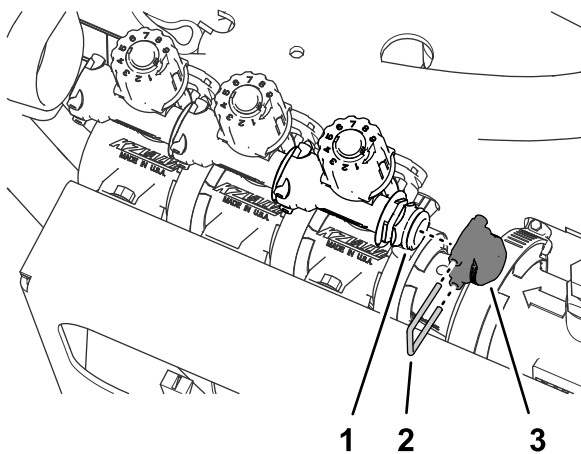

Figura 63
3. Retire la horquilla de retención que sujeta el tapón al acoplamiento rápido de la válvula de desvío (Figura 63).